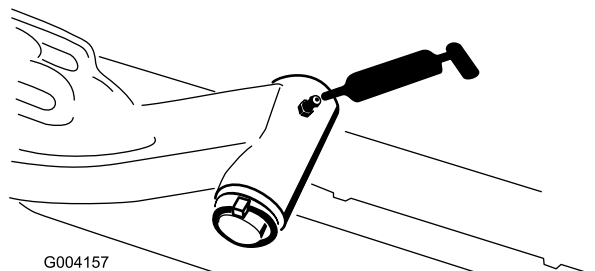

Figure 32
- Axe de pivot des bras de relevage (1 chacun) (Figure 32)